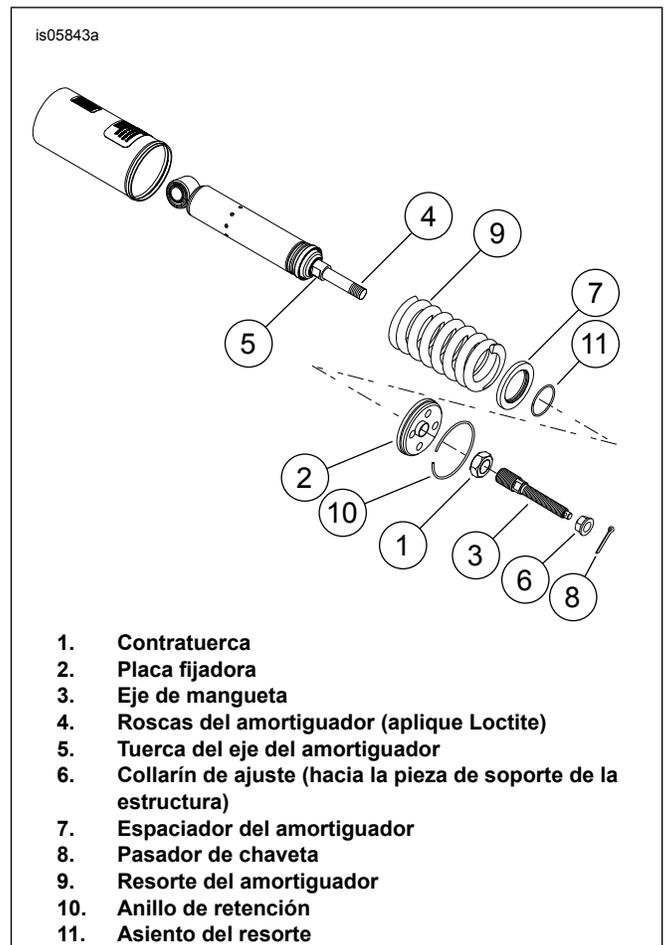

Figura 2. Amortiguador al conjunto del eje de mangueta
1. Vea Figura 2. Enrosque la contratuerca (1) y la placa fijadora (2) en el eje de mangueta (3) del kit.
2. Aplique LOCTITE 243 (azul) (pieza Harley-Davidson N° 99642-97) a las roscas del eje del amortiguador (4).
6. Vea Figura 2. Arme el amortiguador.
- a. Sujetando el conjunto interior del amortiguador con el eje del amortiguador hacia abajo, primero instale el asiento del resorte (11) con su chaflán hacia la presilla de retención, después deslice en el espaciador del amortiguador (7) del kit.
7. Igual que antes, apoye el extremo de la horquilla del conjunto del resorte del amortiguador en la prensa y comprima el eje de mangueta (3) hasta que la placa fijadora pase por debajo de la muesca del anillo de retención en el diámetro interior del recipiente del amortiguador.
8. Encaje el anillo de retención (10) en su lugar.
10. Vea Figura 2. Enrosque en un collarín de ajuste (6) del kit con el reborde hacia la pieza de soporte de la estructura.